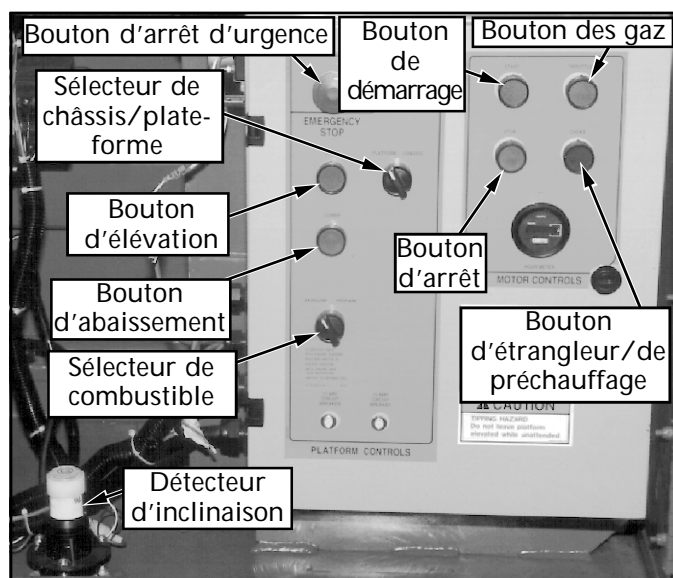

Figure 1 : Châssis, côté gauche
9. Aux tableaux de commandes du châssis et de la plate-forme, tirer sur le bouton d'arrêt d'urgence pour le régler à la position « ON » (figures 1 et 2).
10. Régler le sélecteur de châssis/plate-forme à la position « PLATFORM » (figure 1).
10. Rentrer le bouton des gaz. Appuyer sur le bouton d'élévation situé sur le tableau de commande du châssis, puis déplacer le détecteur d'inclinaison (figure 1) de sa position de nivelage en le poussant. La plate-forme devrait arrêter avant d'atteindre sa hauteur maximale, et l'alarme du détecteur d'inclinaison devrait sonner. Si la plate-forme continue à s'élever ou que l'alarme ne sonne pas, **ARRÊTER** la machine et la faire réparer avant de l'utiliser à nouveau.
1. Le moteur en marche, régler le sélecteur de combustible (figure 1) à la position centrale.